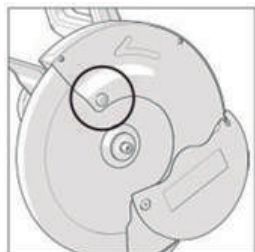

Fig. 2
- Afloje los tornillos de sujeción y gire el protector hacia arriba, exponiendo el mandril de la herramienta. (Imagen 2).